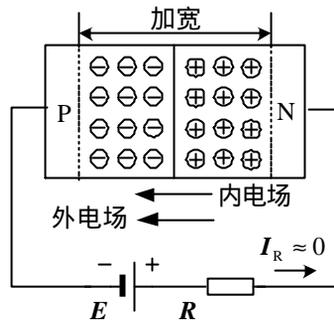

图 1-9 PN 结反向偏置
(2) PN 结加反向电压 将 PN 结 N 区接电源正极, P 区接电源负极,称为 PN 结外加反向电压,又叫反向偏置,如图 1-9 所示。PN 结反向偏置时,外电场与内电场方向相同,同样也破坏了 PN 结原有的动态平衡。外电场驱使空间电荷区两侧的空穴和自由电子移走,使得空间电荷区变宽,内电场增强,使多数载流子的扩散运动难以进行,扩散电流趋近于零。同时,内电场的增强也加强了少数载流子的漂移运动,但由于少数载流子数量很少,因此反向电流  $I_R$  不大,PN 结呈现很高的反向电阻。又因为少数载流子是由于价电子获得能量挣脱共价键的束缚而产生的,环境温度愈高,少数载流子的数量愈多。所以,温度对反向电流的影响很大。由于一定温度下,少数载流子的数目是一定的,当电压超过某数值后,全部少数载流子都参与导电,此时反向电流几乎与外加电压的大小无关,故称为反向饱和电流。